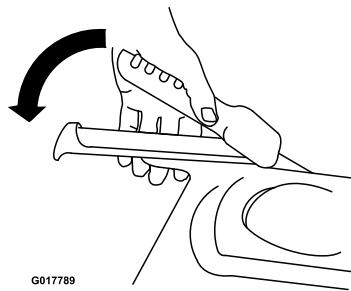

Рисунок 12
2. Медленно прижмите левый рычаг привода тяги к рукоятке (Рисунок 12).